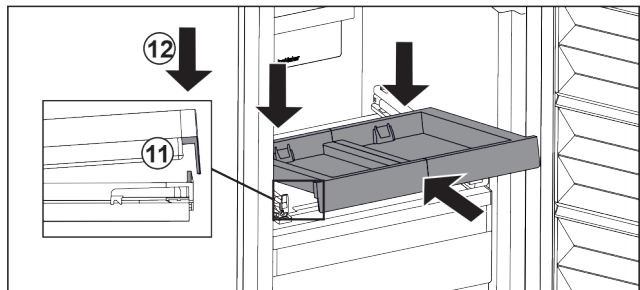

Fig. 37
- ▶ Вкарайте под ъгъл. Обърнете внимание на това, ограничителят и от двете страни да е зад езичето. Fig. 37 (11)
- ▶ Спуснете изтеглящата се дъска отпред. Fig. 37 (12)